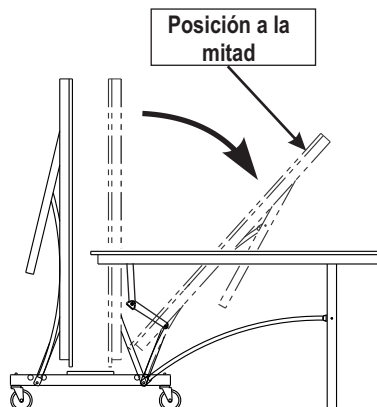

Figura 16A
1. Sostenga la orilla de arriba. Suavemente jale hacia afuera hasta la posición media. Continúe jalando hasta que se desenganche de el clip de plástico y las patas se apoyen sobre el piso. No dejar la mesa parcialmente abierta en la posición media. Ver Figura 16A y 16B.